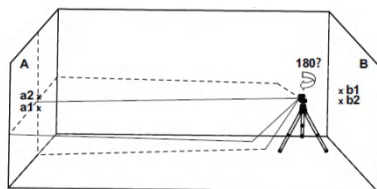

Fig.4
8. Tournez le laser de 180° vers le mur A et marquez sur le mur le centre des lignes croisées comme a2 (voir figure 4).